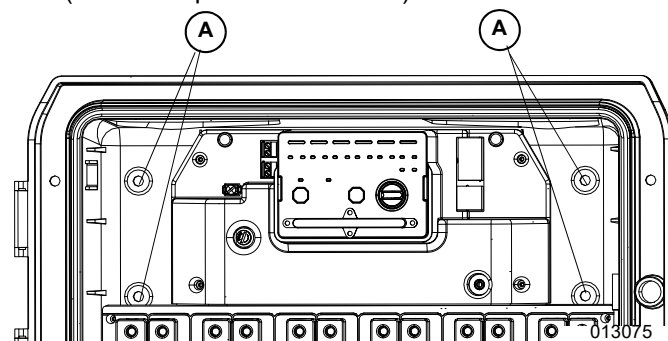

Figure 3-3. Trous de montage en surface
Voir **Figure 3-3**. Pour la pose sur un mur en blocs de mâchefer, en brique ou en béton, percer à travers les trous de fixation arrière (A) et utiliser des ancrages pour béton adaptés (non fournis) pour attacher l'appareil au mur (vis de 1/4 po recommandée).